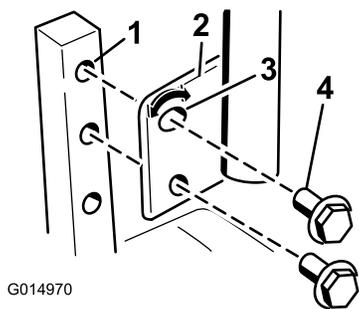

Figure 27
- Retirez les 2 boulons qui fixent le levier de commande à l'arbre du bras de commande (Figure 27).
- Placez le levier de commande dans les trous suivants. Fixez le levier avec les 2 boulons (Figure 27).
- Desserrez le boulon inférieur jusqu'à ce qu'il soit possible de faire pivoter le levier de commande en avant ou en arrière (Figure 27). Serrez les deux boulons pour fixer la commande à sa nouvelle position.